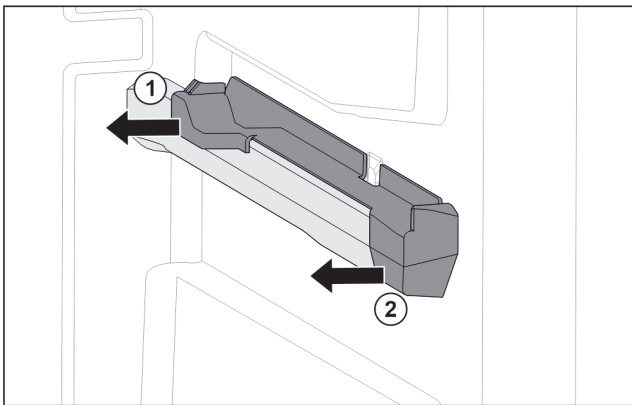

Fig. 55 Insteekelement op rechter containerrib
- ▶ Insteekelement achter naar de zijkant toe eraf trekken. Fig. 55 (1)
- ▶ Insteekelement voor naar de zijkant toe eraf trekken. Fig. 55 (2)